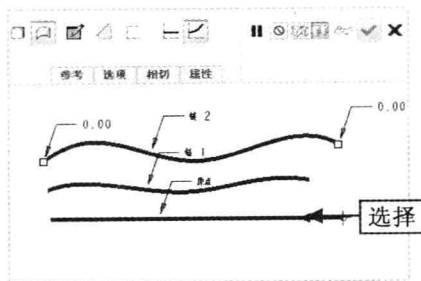

图 9-36 选择扫描曲线
Step 02 弹出“扫描”选项卡,单击“曲面”按钮,单击“可变截面”按钮,按住【Ctrl】键的同时,在绘图区依次选择直线和两条曲线,如图9-36所示。